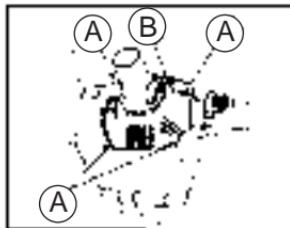

Abb. 1
WG 2000, 3000, 5000 & 7000: Benutzen Sie einen Kreuzkopf-Schraubenzieher zum Lösen der vier Schrauben (A), die am Motordeckel befestigt sind (B). (Abb. 1)